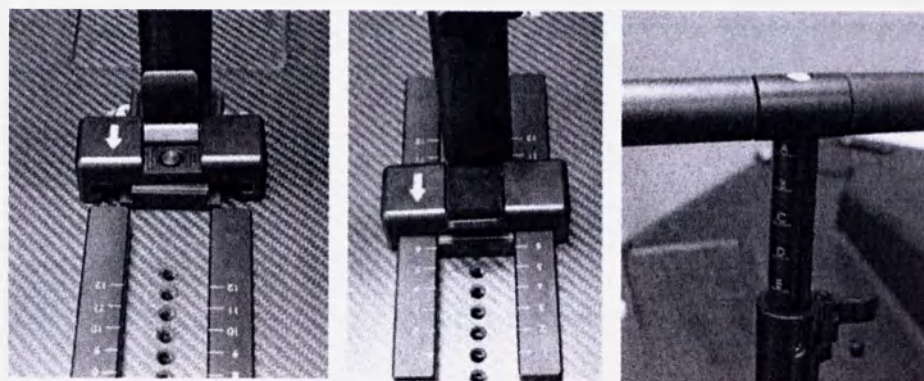

Рисунок 15
5.2.6 Убедитесь, что механизм блокировки на основании Т-образной ручки поднят. Затем сдвиньте Т-образную ручку: зеленая стрелка должна быть направлена вверх, в сторону от головы пациента (рисунок 15). Выровняйте зеленую линию на основании ручки в нужное положение и установите нужное положение ручки по вертикали.